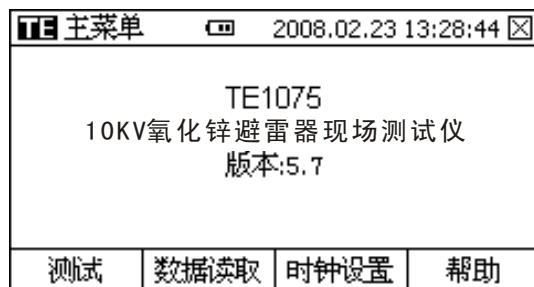

图1.5.2
(2) 合上仪器电源开关，合上高压允许开关，显示主菜单后(见图1.5.2)，按【测试】功能按键，仪器自动开始测试。